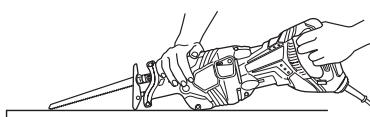
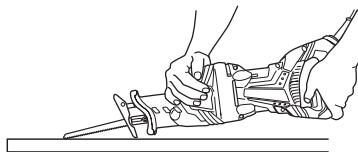

Fig. 24
Fig. 25
Con esta herramienta, podrá realizar cortes de cavidad en madera laminada y en tablas de material delgado. El corte de cavidad se puede realizar con toda facilidad con la hoja de sierra instalada en sentido inverso, tal como se observa en las Figs. 25, 27, y 29. Utilice una hoja de sierra lo más corta y gruesa posible. Para este fin, se recomienda la hoja BIMETÁLICA No 132 mencionada en la página 52. Asegúrese de prestar atención durante la operación de corte y de proceder de la siguiente manera.
(1) Presione la parte inferior (o la parte superior) de la base contra el material. Tire del gatillo mientras mantiene la punta de la hoja de sierra separada del material. (Fig. 24, Fig. 25)